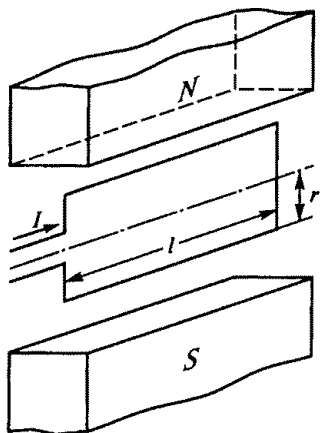

Рис. 61
2.37.Р. Каков момент, развиваемый рамкой с током, расположенной в магнитном поле на рис. 61, если $I=5$ А, $l=0,2$ м, $r=0,1$ м, $B=0,6$ Тл, а плоскость рамки совпадает с направлением силовых линий?